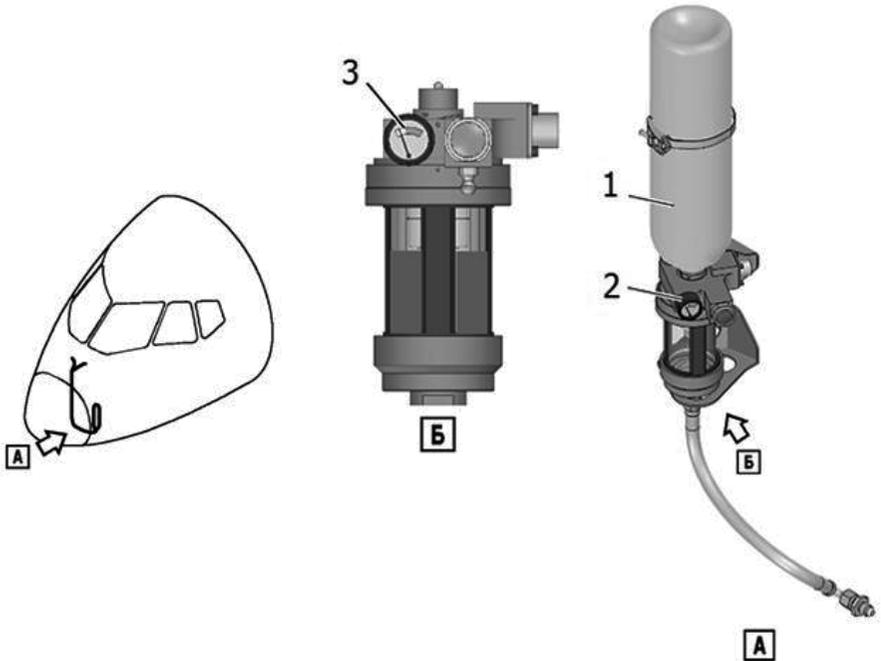

Рис. 26. Блок манометра
По указателю манометра (2) убедитесь, что стрелка указателя находится в зеленом секторе шкалы (3) (рис. 26). Если стрелка указателя находится в желтом секторе шкалы, замените баллон (1).